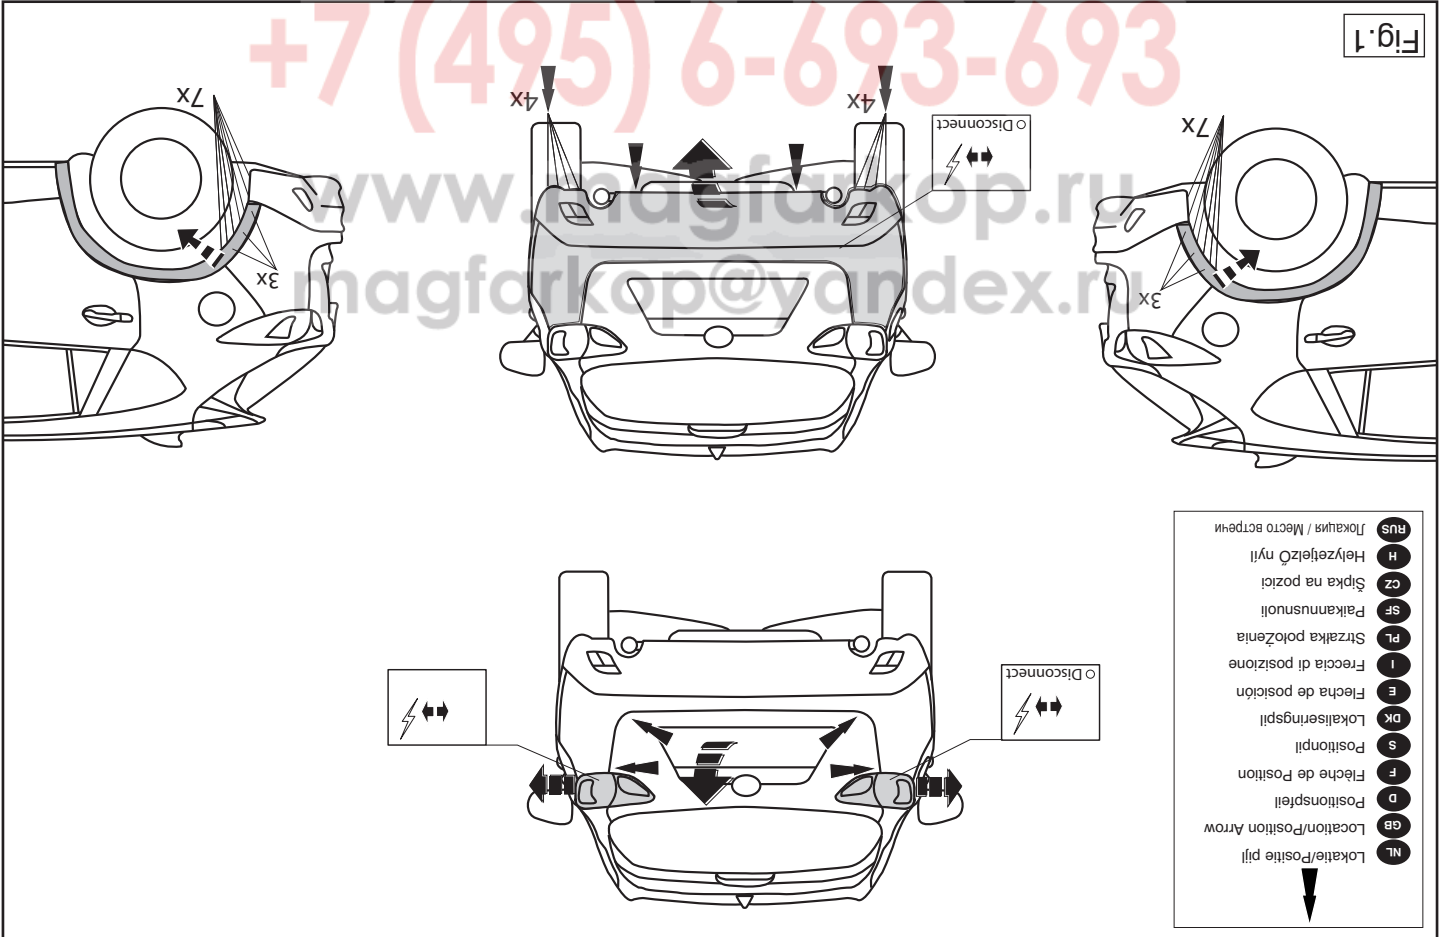

Fig.1
1. Dismantle the rear-lights and the bumper. See figure 1
1. Rücklichter und Stoßstange abmontieren. Siehe Abbildung 1.
1. Déposer les feux arrière et le pare-chocs. Voir la figure 1.
1. Demonter baglysene og kofangeren. Se fig. 1.
1. Zdemontować tylne światła i zderzak. Patrz rysunek 1.